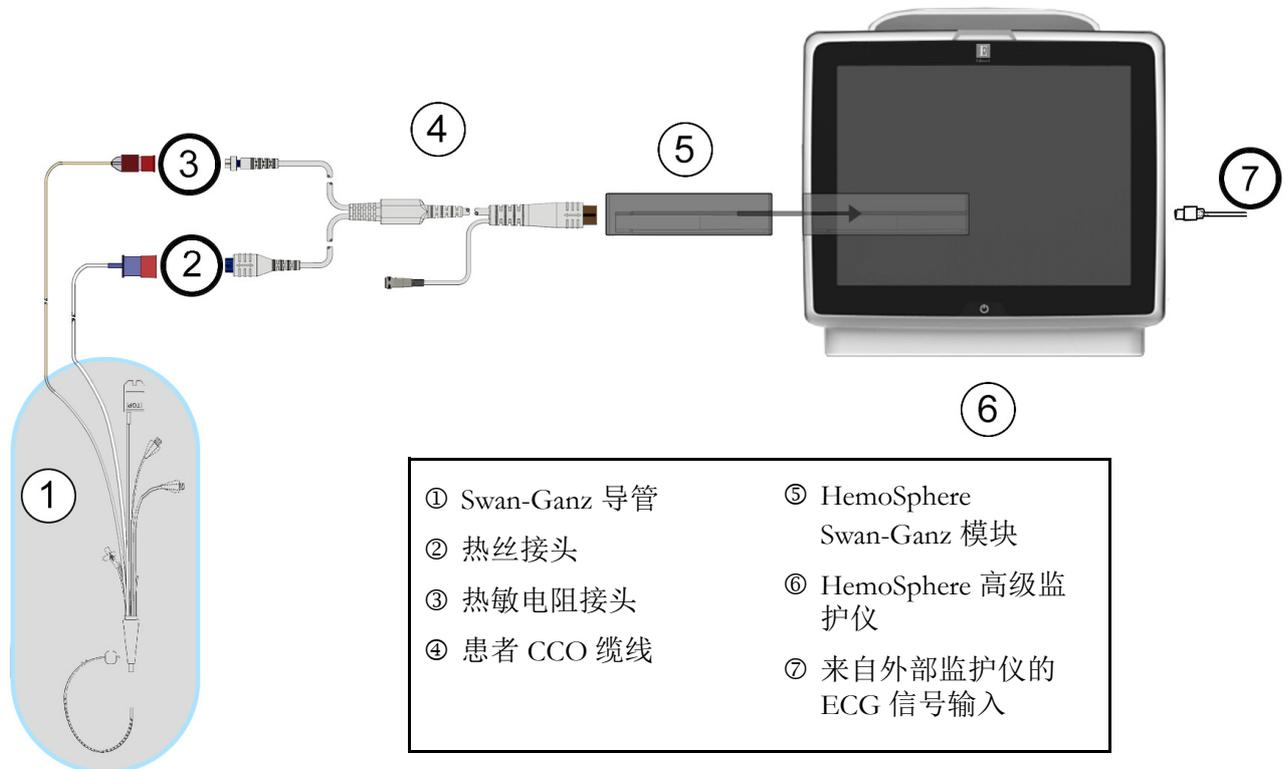

图 9-7 EDV/RVEF 连接概览
- 2 将患者缆线的导管端连接到 Swan-Ganz CCOmbo V 导管的热敏电阻和热丝接头上。在图 9-7 中，这些接头以 ② 和 ③ 标出。